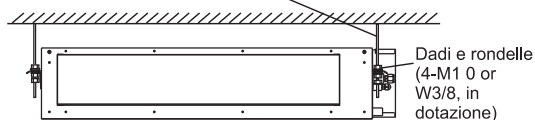

Fig. 3.4 Installazione dell'unità interna
- (1) Rimuovere la flangia del lato della presa. Rimuovere il coperchio della camera.
- (2) Ricollegare il coperchio rimosso dalla camera secondo l'orientamento descritto dall'immagine, ricollegare la flangia del lato della presa nell'orientamento mostrato nella Fig. 3.3 e fare riferimento alla Fig.3.4 per la direzione della flangia del lato della presa.